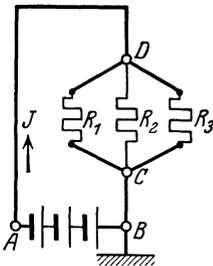

Abb. 15. Schaltung zu Aufgabe 74.
74. Gegeben sind 3 [5] hintereinandergeschaltete Elemente von je 1,1 [1,8] V EMK und einem inneren Widerstand von je 1,2 [0,24] Ω . Die Widerstände des äußeren Stromkreises sind: $R_1 = 2$ [3] Ω ; $R_2 = 3$ [4] Ω ; $R_3 = 4$ [5] Ω ; $R_{\overline{AD}} = 5$ [7] Ω und $R_{\overline{BC}} = 1$ [2] Ω . Der Punkt B ist, wie aus der Abb. 15 ersichtlich